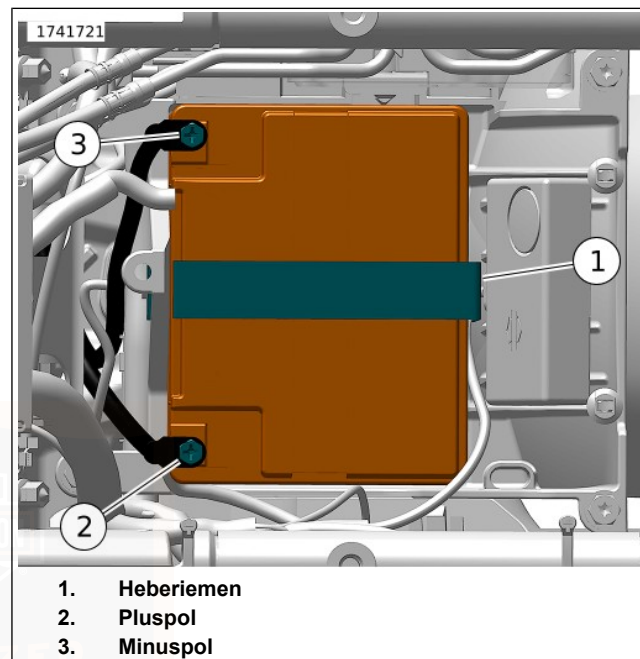

Abbildung 134. Batteriefach
10. Siehe Abbildung 134. Beide Batteriepolsschrauben (2, 3) lösen, den Minuspol der Batterie zuerst.
3. Siehe Abbildung 134. Die Batterie mit der Kontaktseite nach vorne in die Batteriegrundplatte einsetzen.